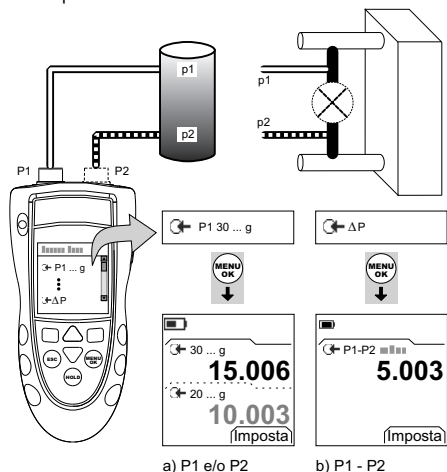

Figura 2: Esempio configurazione – Misurazione della pressione
- Collegare lo strumento (Figura 2) e, se necessario, modificarne il Setup (Tabella 1).
Gli esempi nella Figura 2 indicano:
- Collegare lo strumento allo standard relativo alla pressione (Figura 2).